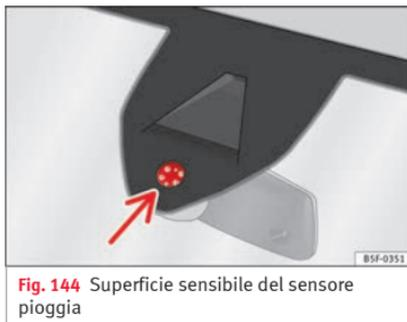

Fig. 144 Superficie sensibile del sensore pioggia
Di seguito sono riportate alcune delle possibili cause di anomalia e di interpretazione scorretta *nella zona della superficie sensibile* **»** fig. 144 del sensore pioggia:
- Pulire regolarmente la superficie sensibile del sensore pioggia e verificare la presenza di eventuali danni sulle spazzole **»** fig. 144 (freccia).